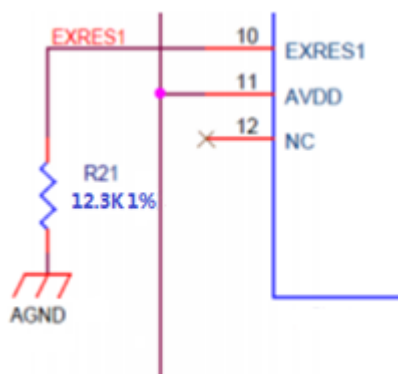

图16 外部参考电阻
- (1) 在EXRES1引脚和模拟地之间需要接一个12.3KΩ，精度为1%的电阻，如下图16所示：